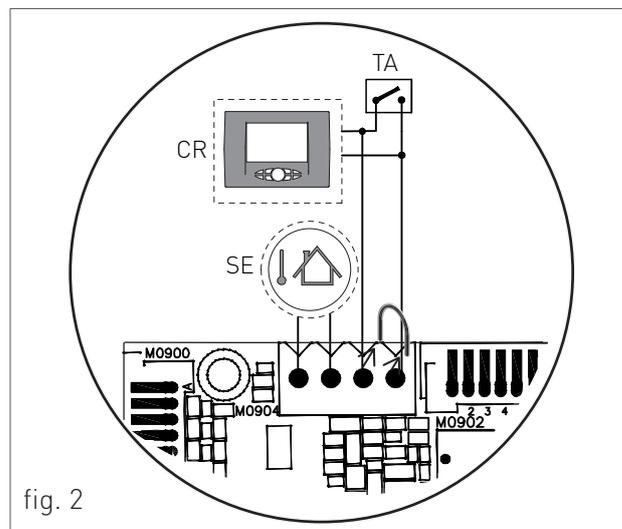

fig. 2
- Per la Sonda di temperatura esterna collegare i due conduttori non polarizzati sui contatti della morsettiera M0904 (vedi 'SE' fig.2).
- Per il Termostato ambiente o Controllo Remoto rimuovere prima il ponte sui contatti della morsettiera M0904 e successivamente collegare i due conduttori non polarizzati del Termostato ambiente o Controllo Remoto (vedi 'TA' o 'CR' fig. 2).